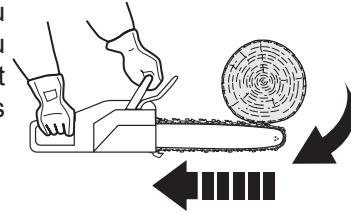

Fig. 37
- > Si la chaîne [6] est pincée au niveau du bord supérieur du guide-chaîne [7], celui-ci peut être projeté brutalement vers l'arrière (Fig. 37).